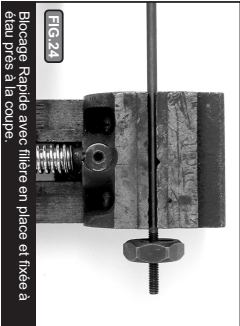

FIG. 24 Blocage Rapide avec filière en place et fixée à l'étau près de la coupe
- C)** Serrez la barre de blocage rapide dans un étau, en prenant bien soin de ne pas endommager le filetage, Fig. 24.